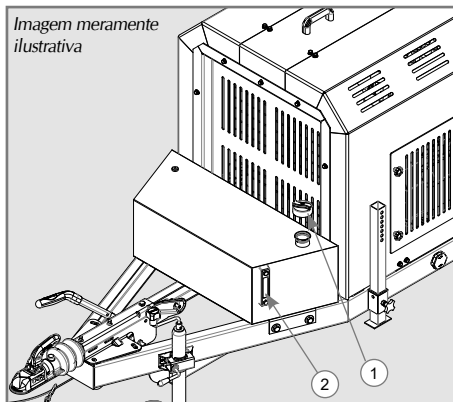

Figura 9
- Abra a tampa (1) usando a chave e verifique a quantidade pelo visor (2), conforme Figura 9. Abasteça somente diesel comum, após abastecer feche a tampa e verifique se não existe vazamento de combustível ou derramamento antes de ligar o motor. Capacidade: 40 litros.